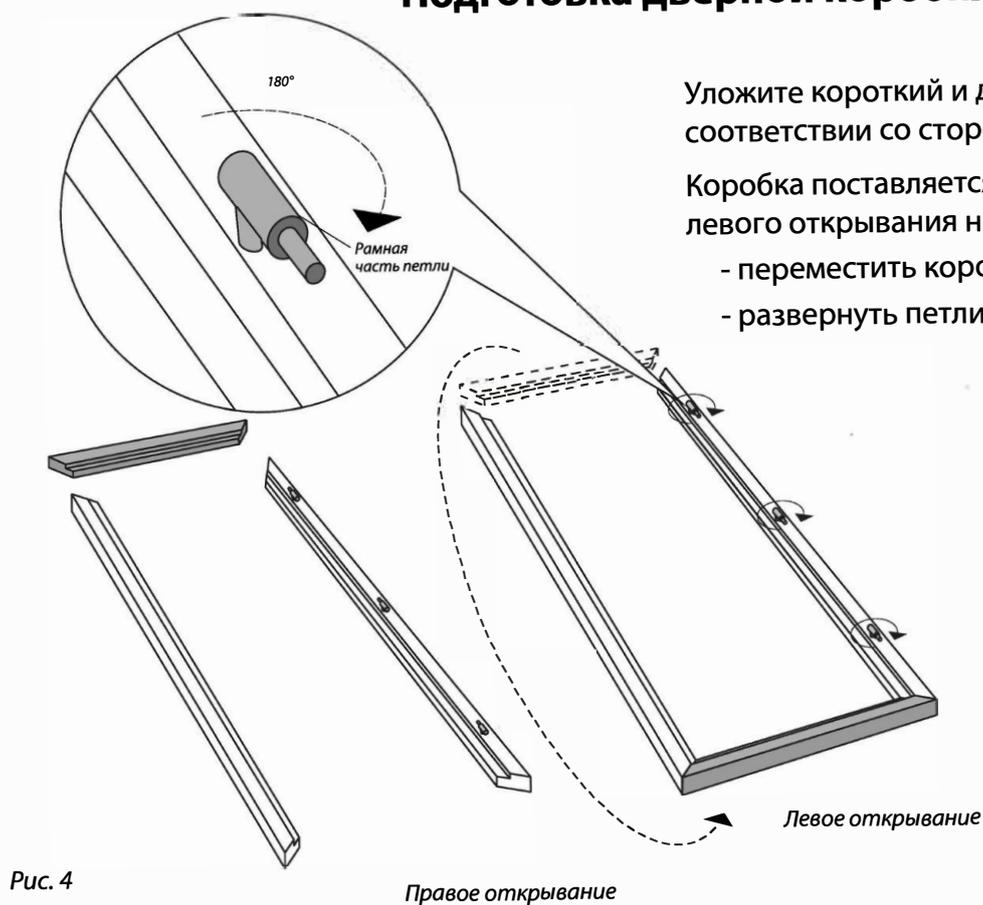

Рис. 4
Уложите короткий и длинный элементы коробки в соответствии со стороной открывания (Рис. 4).
- развернуть петли на 180 градусов (Рис. 4).